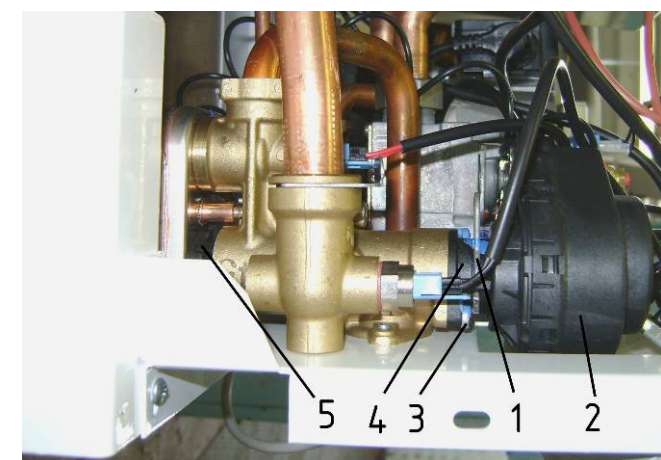

Рис. 23. Разборка трехходового клапана
- ✓ извлечь скобу 1 (см. Рис. 23) крепления электродвигателя к корпусу трехходового клапана и снять электродвигатель 2;